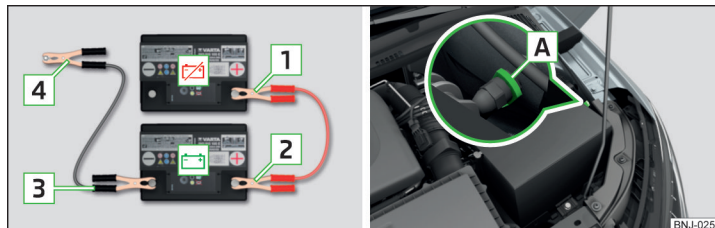

Abb. 278 Starthilfe:  - entladene Batterie,  - stromgebende Batterie / Massepunkt des Motors beim START-STOPP-System
- Bei Fahrzeugen **mit** dem START-STOPP-System die Klemme **4** am Massepunkt des Motors **A** befestigen » Abb. 278.